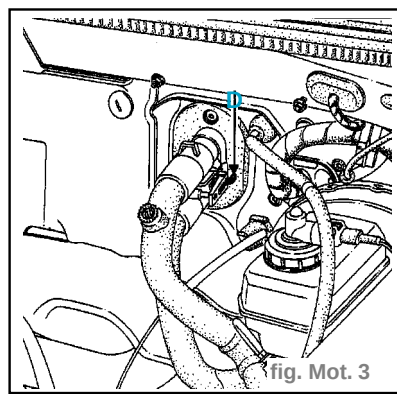

fig. Mot. 3
- les durits d'aérotherme, pour cela appuyer en (D) et tirer fortement en arrière l'ensemble pour les désaccoupler (attention aux deux joints), (fig. Mot. 3)